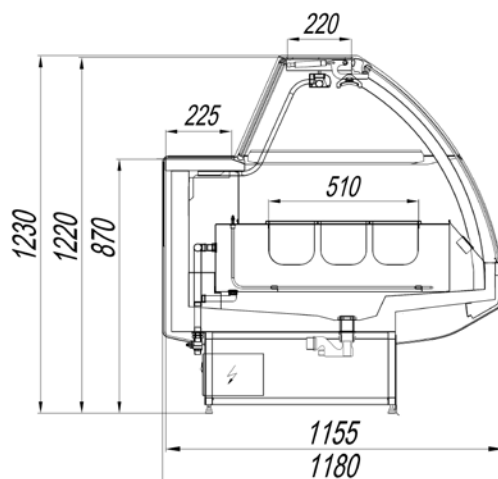

Рисунок 2
- АНТИГУА-В ТМ (на раме - основание во всю длину витрины, рисунок 2).